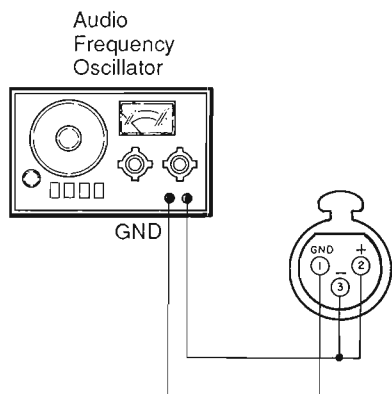

Fig. 13
Apply a 1.5KHz, 15dB (4.35Vrms) sine wave signal to this input (refer to figure 13).
- ① Lchのアナログイン (XLR-3-31) のホット (2ピン) とコールド (3ピン) の両端子をショートして、1 KHz 15dBs (4.35V) の正弦波の信号を入力する。(Fig.13)
- ② TP700の同相信号レベルが最小になるようにVR703を調整する。
- ③ 同様にRchのアナログイン (XLR-3-31) のホット (2ピン) とコールド (3ピン) の両端子をショートして、1 KHz 15dBs (4.35V) の正弦波の信号を入力する。(Fig.13)
- ④ TP701の同相信号レベルが最小になるようにVR704を調整する。
- ① テストディスクTX911730 (SONY YEDS-18) をセットしてディスク装着用重りで固定する。
- ② アナログアウト (XLR-3-32) のホット (2ピン) とコールド (3ピン) の端子に600Ωの抵抗を接続する。
- ③ トラック2 (1 KHz 0 dB) をプレーし、ホット (ピン) とコールド (3ピン) の出力レベルが12dBm ± 0.5 dBになるようにそれぞれのVRを調整する。